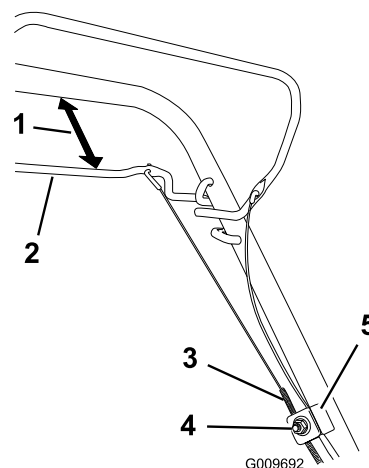

Figura 39
1. Allentare il dado del supporto cavo (Figura 39).
2. Mantenete la barra della trazione automatica a una distanza compresa tra 25 e 38 mm dalla stegola (Figura 39).
3. Abbassare la guaina del cavo (verso il tosaerba) fino a tendere il cavo (Figura 39).